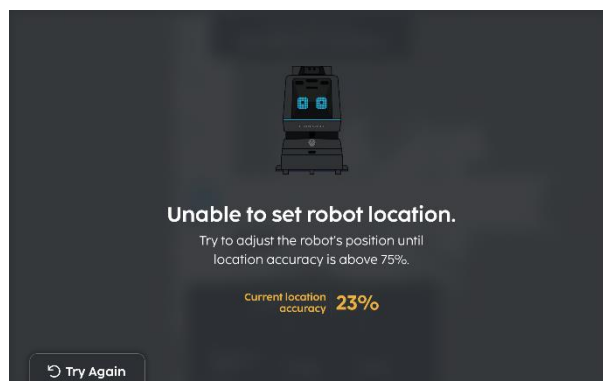

Fig. 5
4. Si la localisation n'a pas réussi, sélectionnez « Try Again (Réessayer) » (Fig 5).